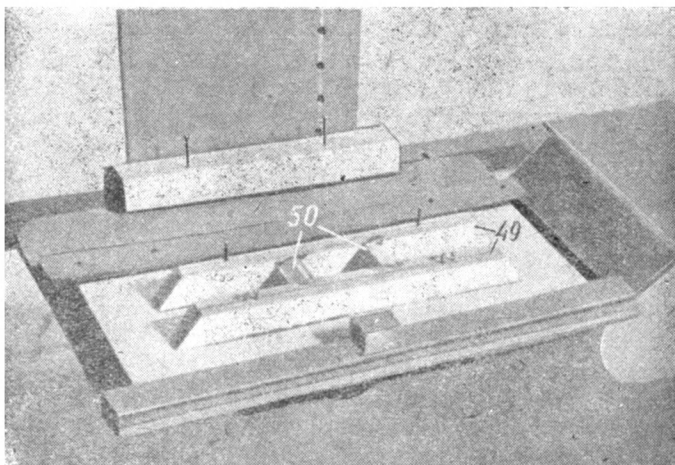

Рис. 39. Рамка для негатива.
Конструкция рамки (47) (рис. 39) проста, но удобна в обращении. Рамка будет вдвигаться в пазы столика вме-
Для предохранения пленки от перекосов служат направляющие, представляющие четыре гвоздика, вбитые в бруски рамки по два с каждой стороны. Передние гвоздики лучше согнуть в виде петель, как показано на рис. 39. Расстояние между гвоздиками равно 36 мм, т. е. ширина пленки плюс 1 мм. Шляпки гвоздиков надо откусить кусачками, а концы зачистить напильником. Чтобы рамка во время работы не смещалась в сторону, в бортик переднего бруска рамки вверните шуруп. При правильном положении рамки этот шуруп должен упираться в конец ограничителя на пазу столика.